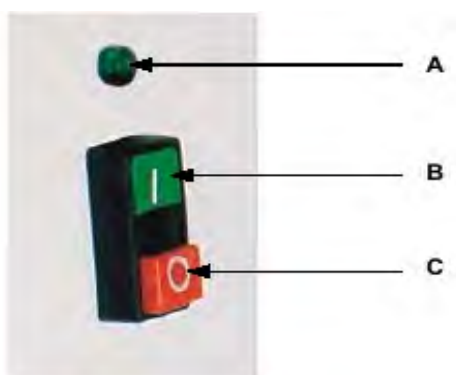

Рисунок 5
В - Пусковая кнопка зеленого цвета (Рис.5) – установка запускается после нажатия этой кнопки
- b) Убедиться, что на установку подается напряжение, что должно подтверждаться свечением контрольной лампы зеленого цвета (Рисунок 5).
Нажать кнопку «START/ON - включить» - «А» (Рис.5), чтобы запустить установку и начать выполнение технологического цикла.
- A. Установка не запустится, если кнопка запуска «А» зеленого цвета (Рис.5) находится в прижатом положении.
- H.** Убедиться, что грибовидная головка кнопки аварийного останова «С» (Рис.5) не заблокирована и находится в рабочем положении (т.е. приподнята).